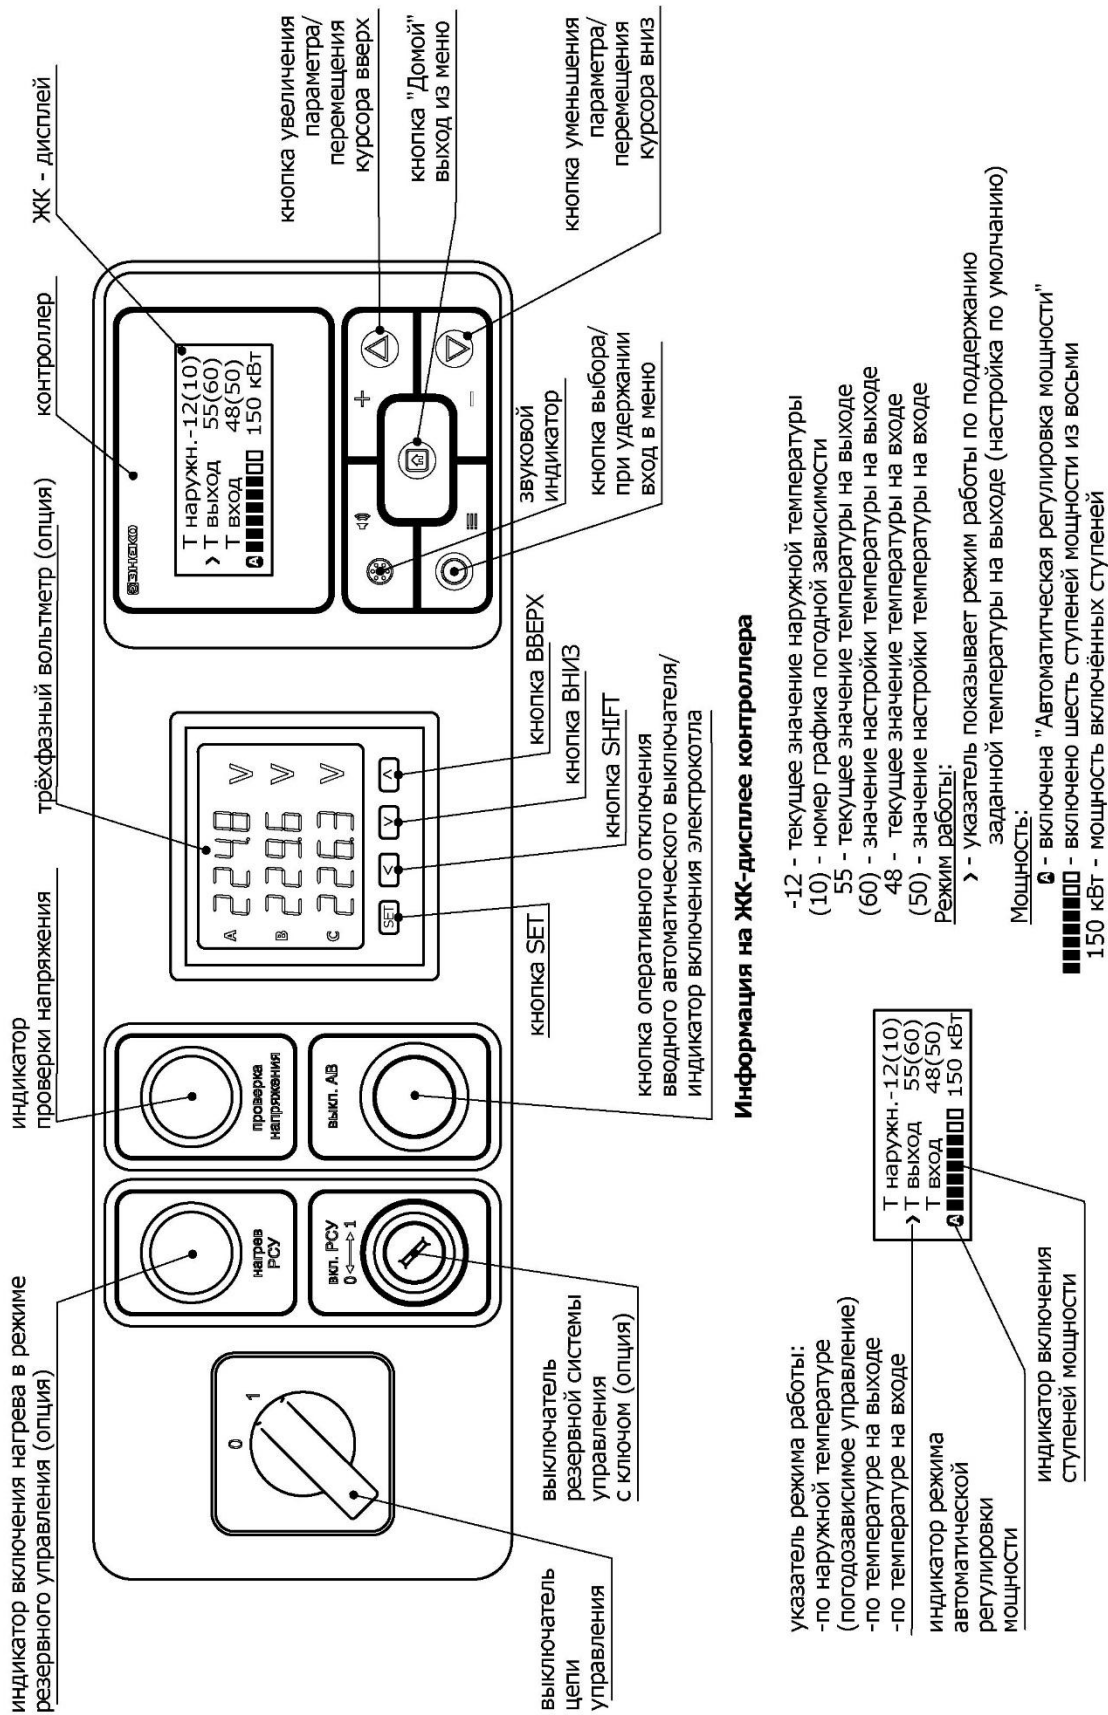
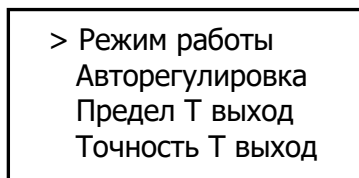

Рис. 8
Рис. 12
7.4. Выключателем (рис. 8) включить питание цепи управления электродкотлом.
7.6. После проверки напряжения питания контроллер подаст звуковой сигнал и на дисплее сначала появится сообщение об изготовителе, версии программного обеспечения, о проверке датчиков, а затем дисплей перейдёт в режим ожидания, при котором на нем будет отображаться текущие значения температур (наружная, на входе и на выходе) в °C, количество включённых ступеней мощности, а также значения настроек температур, номер графика погодной зависимости, разрешенное для включения количество ступеней мощности, мощность включённых ступеней, информация о включённом режиме работы электродкотла и информация о включённом режиме автоматического выбора мощности (см. рис. 8).
7.7. **Настройка температуры** на выходе происходит после однократного нажатия на **кнопку выбора** путём нажатия на **кнопки уменьшения или увеличения параметра** (см. рис. 8 и Приложение 3. «Основные настройки панели управления»).
7.8. **Настройка мощности** (количества разрешённых для включения ступеней мощности) происходит после двух нажатий на **кнопку выбора** путём нажатия на **кнопки уменьшения или увеличения параметра** (см. рис. 8).
7.9. Для входа в меню необходимо удерживать нажатой **кнопку выбора** (см. рис. 8) более 3 сек. Первая страница меню показана на рис. 12.
Выбор строки в меню для настройки – перемещение курсора – производится с помощью **кнопок уменьшения или увеличения параметра** (см. рис. 8). Для входа в выбранную настройку необходимо нажать **кнопку выбора** (см. рис. 8).
При перемещении курсора вниз на первой странице меню (см. рис. 12) произойдёт переход на вторую страницу меню.
Для включения управления электродкотлом по интерфейсу RS-485 необходимо курсором выбрать соответствующий пункт в меню и с помощью **кнопки уменьшения или увеличения параметра** (см. рис. 8) выбрать значение «включено»:
- включить резервную систему управления на панели управления (см. рис. 8) поворотом ключа,